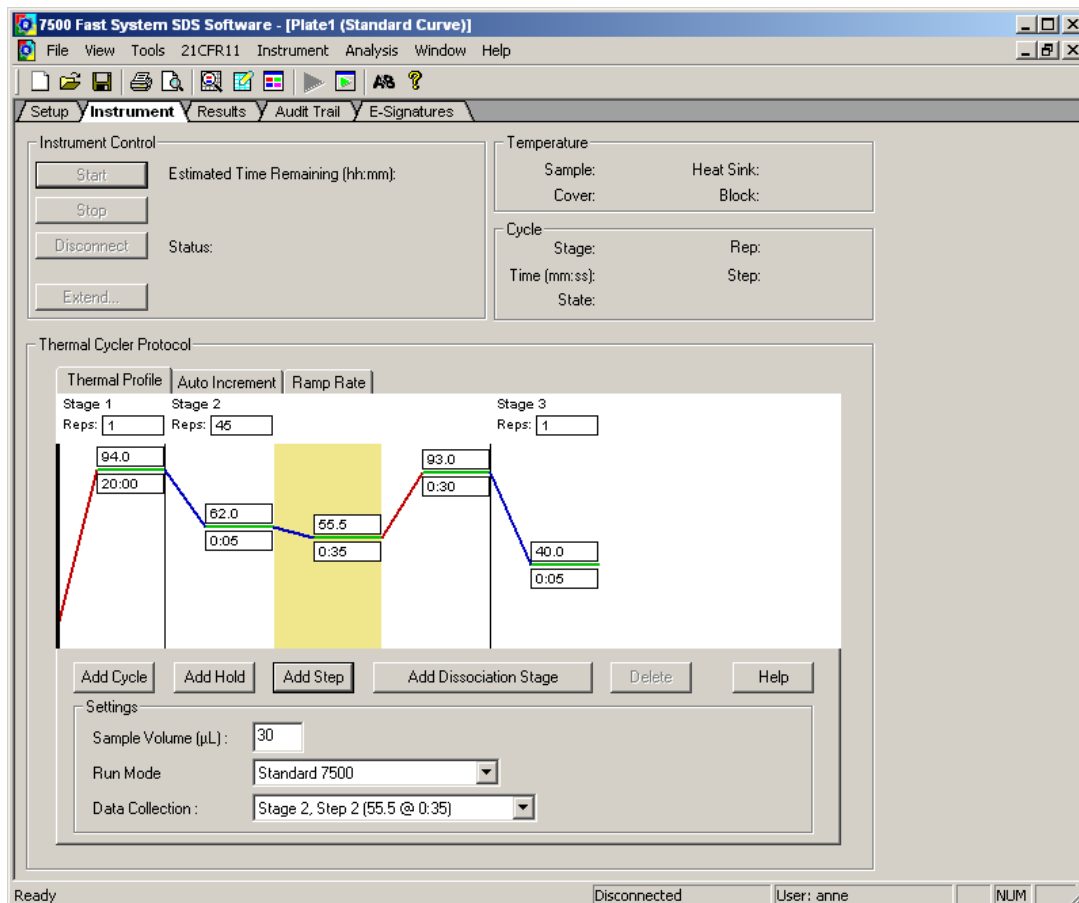

Figura 2: Captura de pantalla tras crear el programa PCR.
- Comprobar los ajustes del Thermal Cycler Protocol en base a la Tabla 7 (véase la Figura 2).